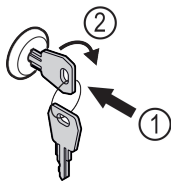

Fig. 110
- ▶ Sleutel erin duwen Fig. 110 (1).
- ▶ Sleutel 90° rechtsom draaien Fig. 110 (2).